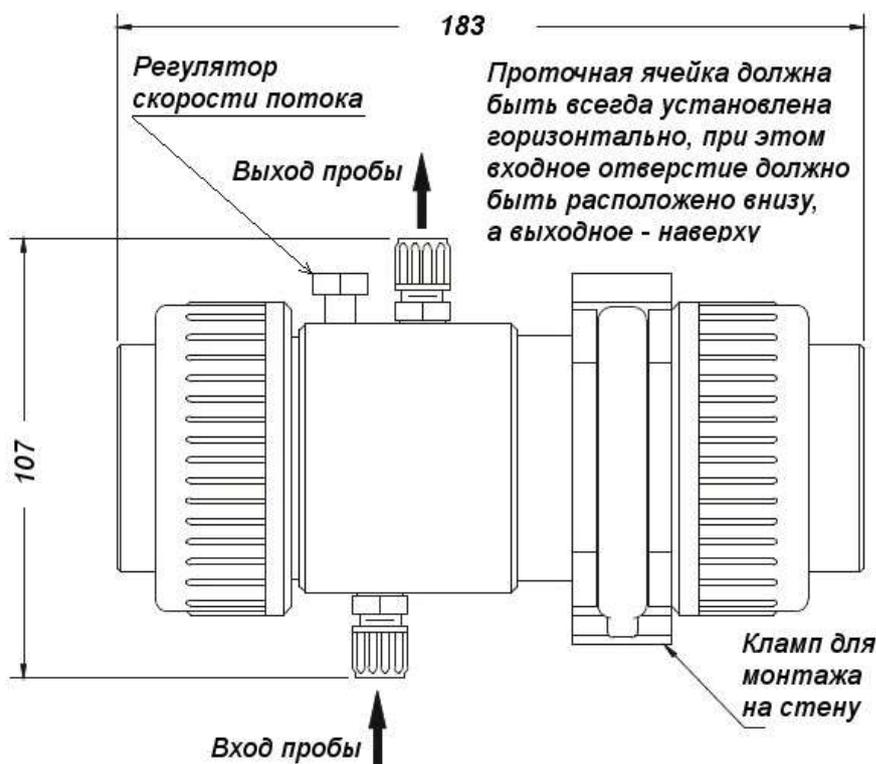

Рисунок 1 - Размеры измерительной ячейки TU910
9.2.1 Большинство применений датчика для измерения мутности требуют использования измерительной ячейки (Рисунок 1).